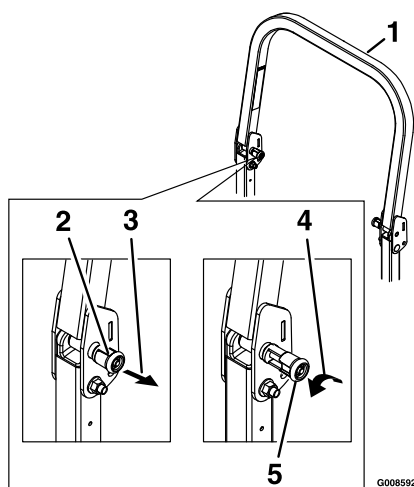

Figura 13
1. El pomo debe estar completamente enganchado y las pestañas entrelazadas, según se muestra en Figura 13, para bloquear la barra anti-vuelco en la posición elevada de funcionamiento.